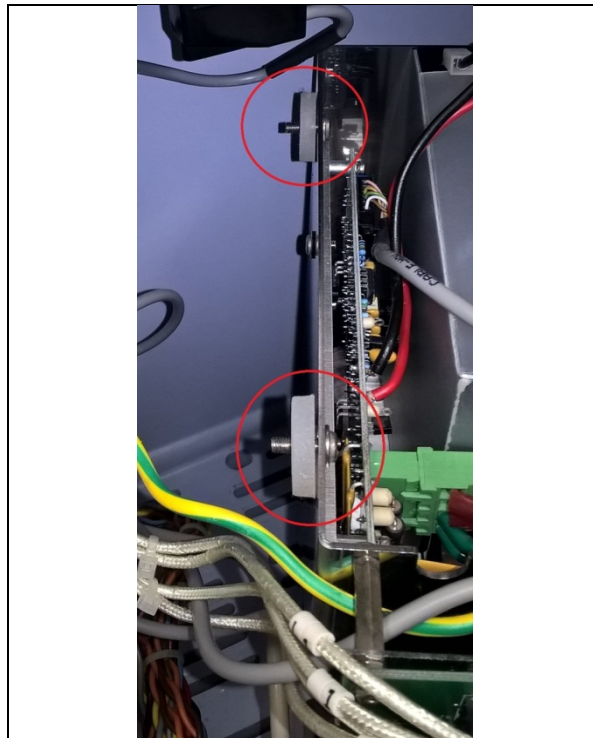

Fig. 12
12. Placez les rondelles de silicone précédemment retirées du bloc d'alimentation sur les extrémités saillantes des deux vis d'installation (**Fig. 12**).